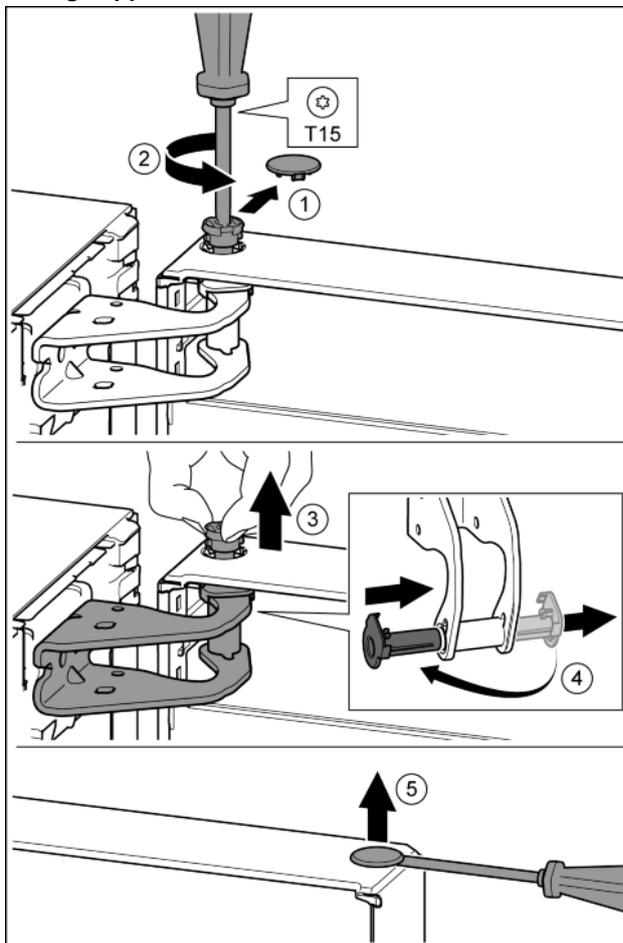

Fig. 12
- ▶ Facendo attenzione, togliere la copertura di sicurezza. *Fig. 12 (1)*
- ▶ Con un cacciavite T15 svitare leggermente il perno. *Fig. 12 (2)*
- ▶ Trattenere la porta ed estrarre il perno con le dita. *Fig. 12 (3)*
- ▶ Estrarre la boccia del supporto dalla guida. Inserire dall'altro lato e innestare a scatto. *Fig. 12 (4)*
- ▶ Con un cacciavite sollevare con attenzione i tappi dalla boccia del supporto porta ed estrarli. *Fig. 12 (5)*